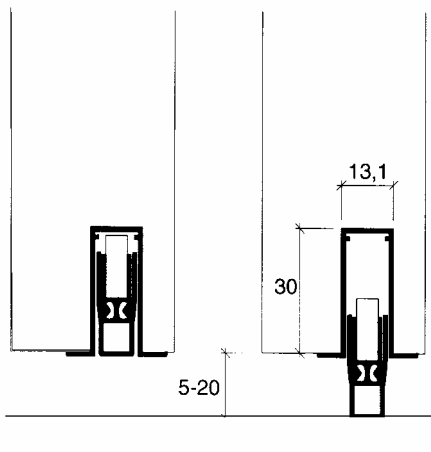

Bild 1
2. Urfräsning i dörren skall ske enligt bild 1. Rengör noggrant från spån. Tillsä se att tätningströskeln ej spänner i urfräst spår.